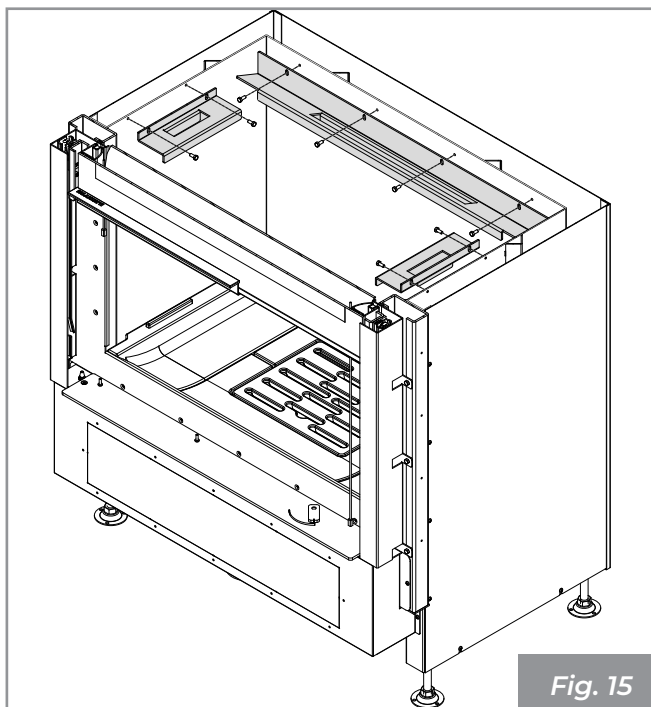

Fig. 15
1) Retirer les supports et leurs vis. (Fig. 15).